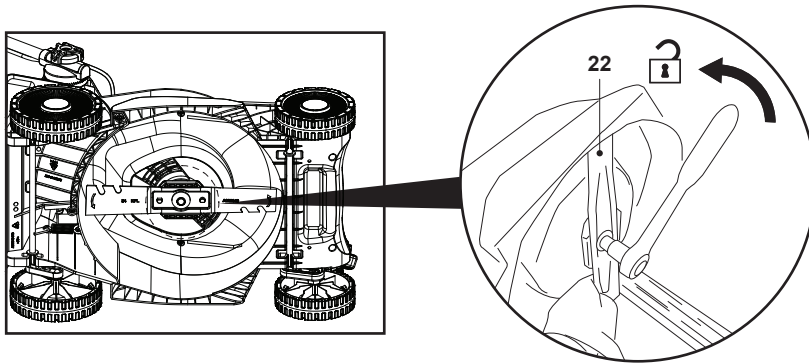

Fig. 21
NOTA: Si utiliza una llave manual en lugar de una llave de impacto eléctrica, procure que la cuchilla (22) no gire mientras afloja el perno. Use unos guantes resistentes para agarrar la cuchilla firmemente. Si es necesario, utilice un bloque de madera de tamaño adecuado para impedir que la cuchilla gire (Fig. 21).